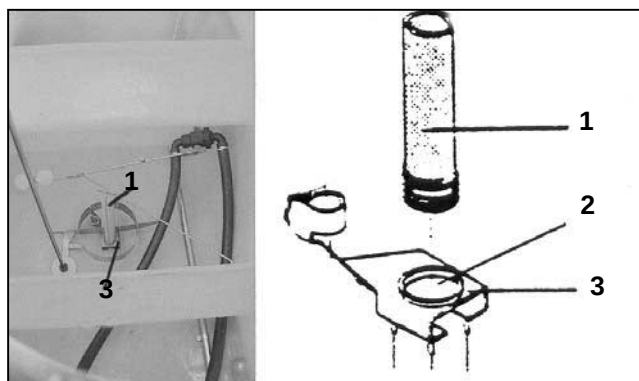

Fig. 10.3
Vi anbefaler kvælstoffilteret (fig. 10.3/1), så der ikke kommer gødningsklumper i sugeområdet under påfyldningen, da disse kan tilstoppe filterhanen.
- Proppen skrues af åbningen (fig. 10.3/ 2) i beholdersumpen.
- Kvælstoffilteret skrues i åbningen (fig. 10.3/3).